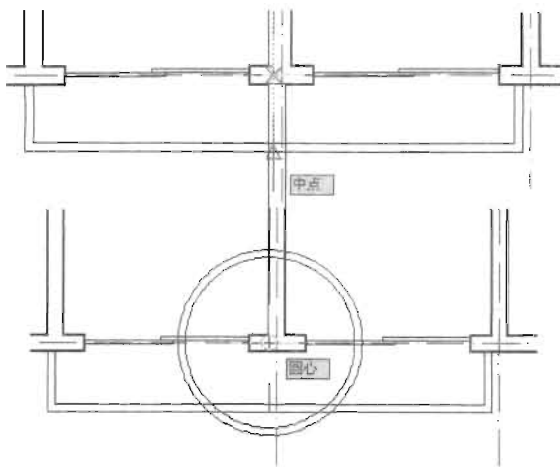

图 5-170
(7) 捕捉矩形的中点, 绘制一条与轴线 A 垂直相交的辅助线, 然后以它们的交点为圆心绘制两个同心圆, 如图 5-170 所示命令执行过程如下。